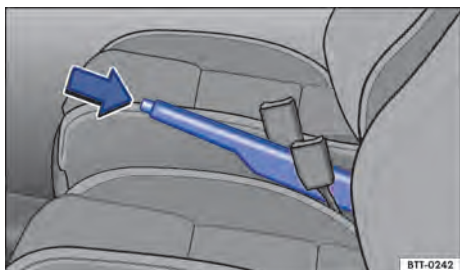

Fig. 102 Entre os bancos dianteiros: alavanca do freio de estacionamento.
- Puxar a alavanca do freio de estacionamento para cima com o botão bloqueador pressionado → **Fig. 102** (seta).
- Puxar a alavanca do freio de estacionamento um pouco para cima e pressionar o botão bloqueador → **Fig. 102** (seta).